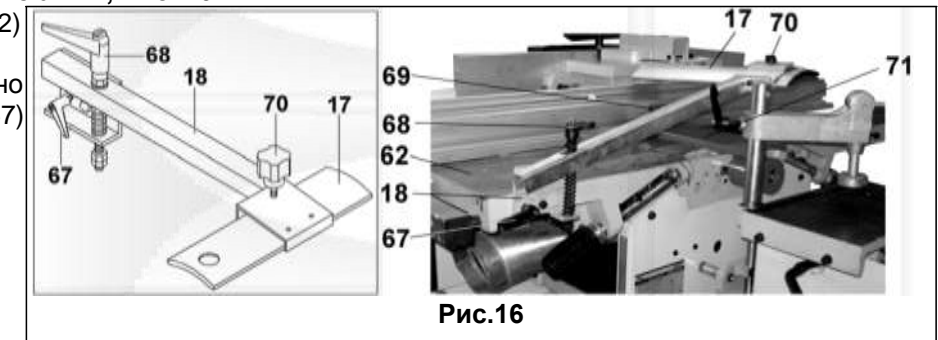

Рис. 16
8.7. Установка кронштейна защитной планки, Рис. 16